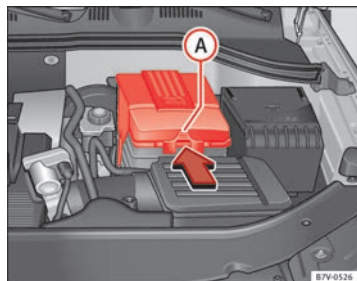

Fig. 175 Nel vano motore: Rimuovere la copertura della batteria del veicolo.
- *Nel caso di una copertura:* premere la linguetta ⇒ fig. 175 **A** nel verso indicato dalla freccia e tirare verso l'alto la copertura.